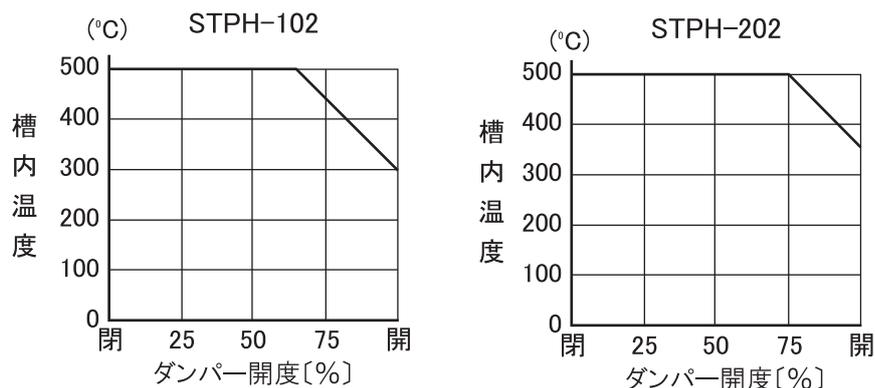

図 6.1 ダンパー開度と温度調節可能範囲
- ダンパー開度と温度調節の可能範囲は、図 6.1 を参照してください。